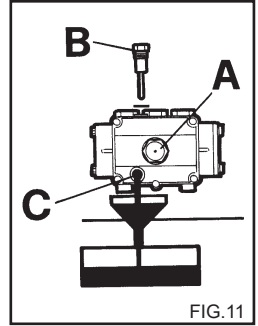

FIG.11
**2)** Schrauben Sie den Decel mit dem Ölmesstab ab (fig. 11).